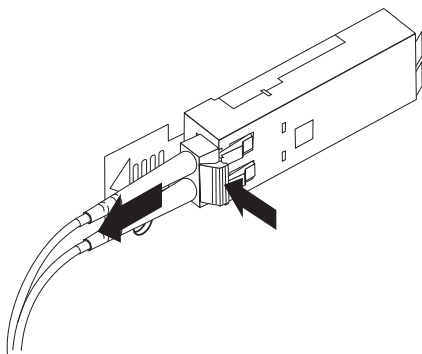

图 36. 拔出 LC-LC 光纤通道电缆
2. 如第 54 页的图 36 中所示，小心地拉出接口，从 SFP 模块拔下电缆。